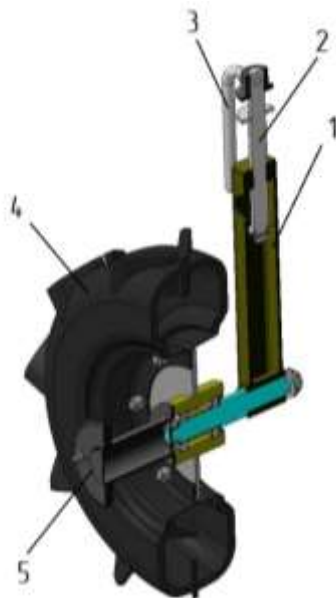

Рисунок 3 – Колесо приводное
3.3 Колесо приводное (рисунок 3) предназначено для придания вращения к механизму внесения удобрений. Состоит из стойки 1 с винтом 2 для регулировки по высоте, шины с диском 4 и приводной звёздочки 5. Регулировка колеса осуществляется вращением рукоятки 3.